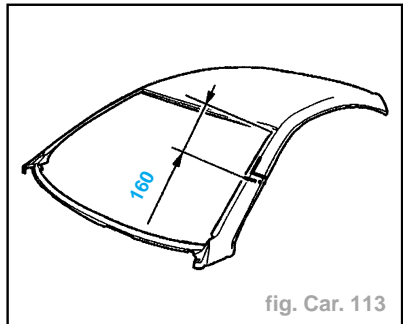

fig. Car. 113
- Tracer, puis découper à l'aide d'une meule épaisseur 1 mm (coupe définitive) (découpage symétrique) (fig. Car. 113).